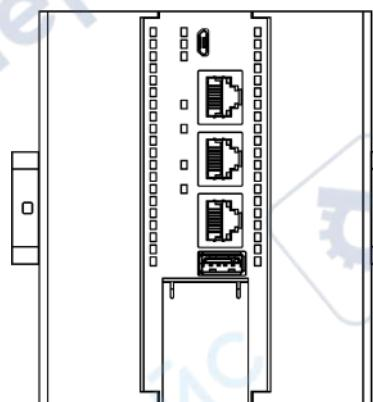

Рисунок 4.3 – Верная установка контроллера
- При монтаже прибор необходимо располагать строго в соответствии с (рисунок 4.3). Запрещается горизонтальная / боковая / торцевая установка.